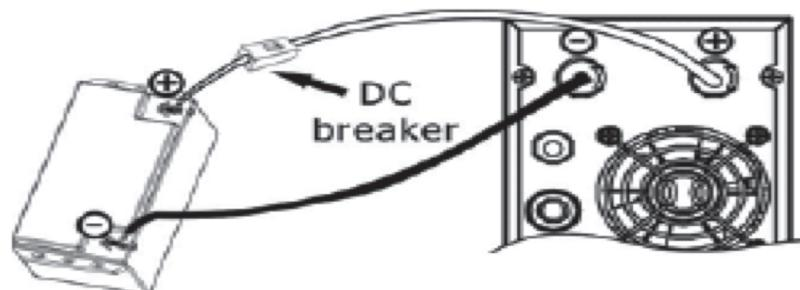

Рис. 1
**Шаг 1** – Рекомендуется подключать аккумуляторы к ИБП, с помощью проводки,ключающей в себя плавкий предохранитель (прерыватель\*). Установите прерыватель\* постоянного тока на положительном проводе подключения аккумуляторной батареи. Номинальное значение прерывателя постоянного тока должно соответствовать току аккумуляторной батареи ИБП (50 А). Прерыватель\* постоянного тока должен быть выключен (см. Рис. 1).
**1) Подключение одной аккумуляторной батареи (см. рис. 1):** При подключении только одной батареи ее напряжение должно равняться номинальному напряжению постоянного тока данного устройства (см. ниже Таблица 2).